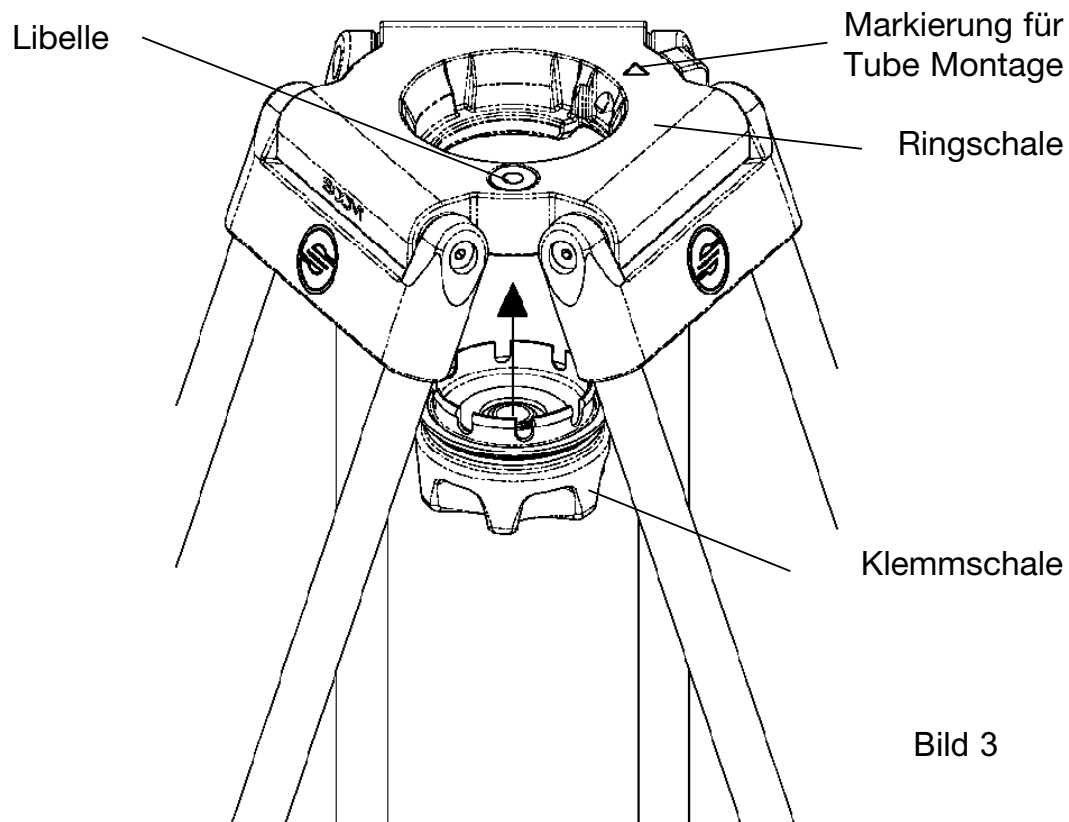

Bild 3
- > Ziehen Sie den Verriegelungsbolzen bis zum Anschlag heraus (1) und drehen ihn um 90° (2). Die Drehrichtung spielt dabei keine Rolle.
- > Setzen Sie das Fußstück in die Aufnahme des Verbindungsstückes am TriPod (2).
- > Ein Nivellieren des TriPods wird Ihnen durch die Libelle auf der Ringschale erleichtert (Bild 3).
- > Orientieren Sie das Tube so, daß die Markierung in der Ringschale des Tripod (siehe Bild 3) und am Tube (Bild 6) fluchten.